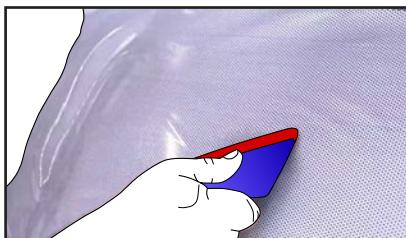

Figure 21
- › De suite après l'application du film, passer la raclette recouverte de feutrine sur la totalité du complexe en partant du centre du film vers les bords. Cela permet d'empêcher l'apparition de bulles. (FIG. 21)